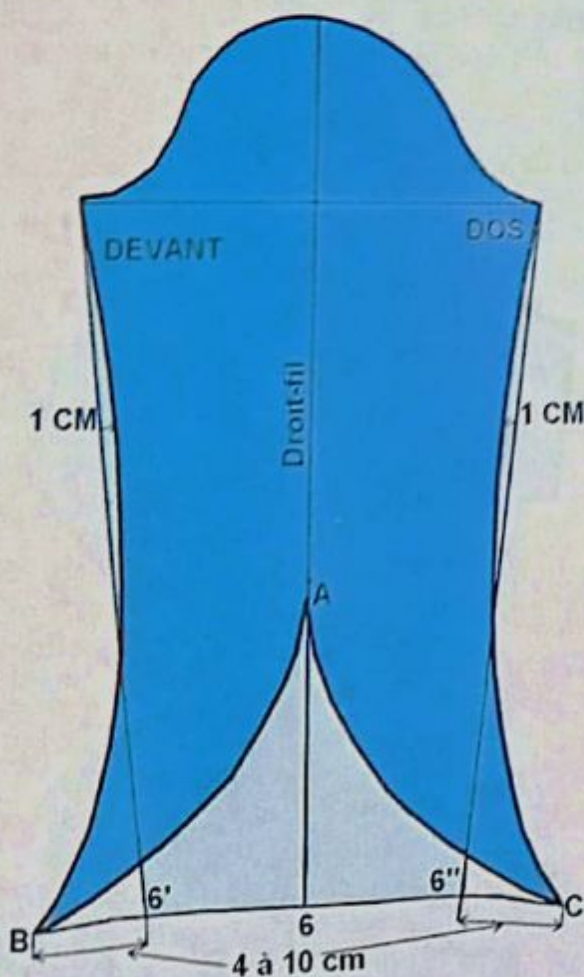

FIG. 1
- Retracez les côtés de la manche d'après le schéma de la figure 1.